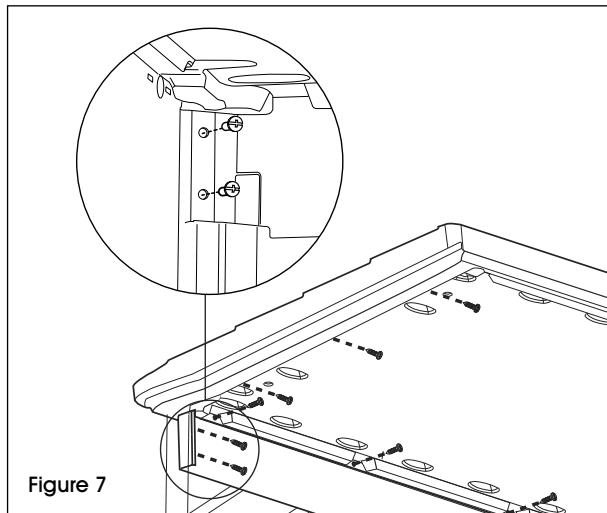
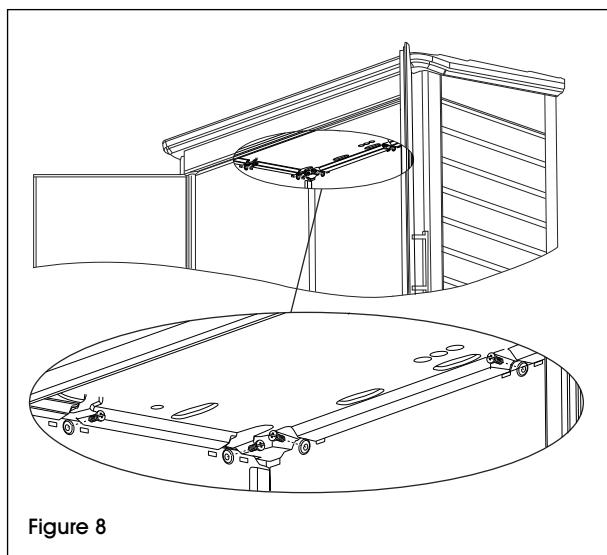

Figure 7
Figure 8
- Fixez l'ensemble du toit aux panneaux latéraux en insérant quatre vis dans les dépressions du linteau intérieur (Voir Figure 7) et dix vis dans les dépressions autour du périmètre du toit intérieur. (Voir Figure 8)